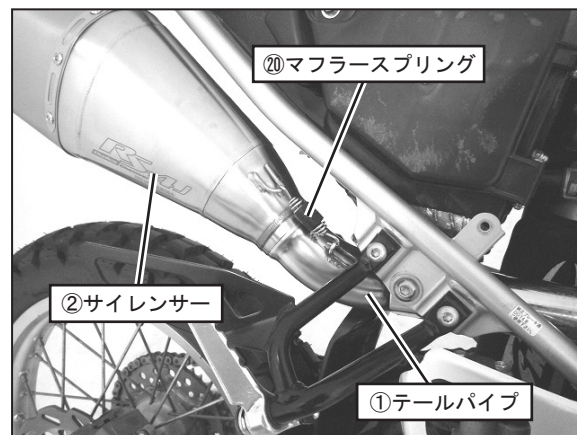

FIG. 10
7. ⑳マフラスプリングをスプリング取付工具を使用して取り付けして下さい。(FIG. 10 参照)